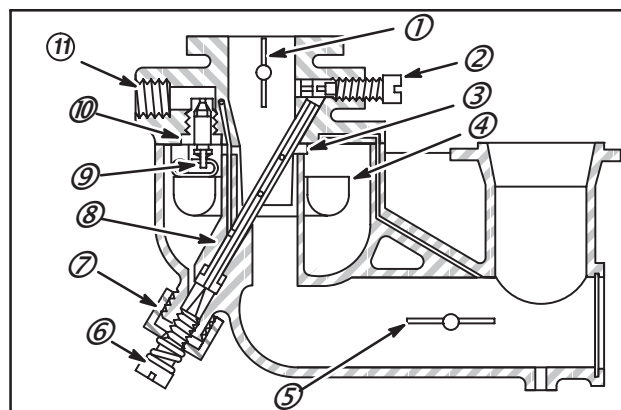

Fig. 143
1. Assembler le Venturi (3) et son joint, si utilisé, sur le corps inférieur. S'assurer que les trous dans le Venturi et son joint sont alignés. La plupart des Modèles ne possèdent pas de Venturi démontable.
6. Visser le diffuseur (8) avec le tournevis pour carburateur **Réf. : 19063**, en veillant à ce que le diffuseur pénètre dans le corps supérieur, Fig. 143. Serrer fermement le diffuseur.